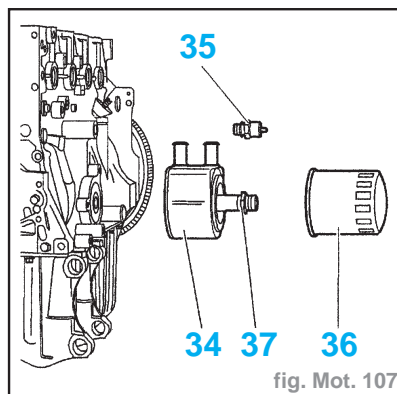

fig. Mot. 107
- le support moteur (25)
- les vis (29)
- la vis (26)
- le pignon d'arbre à cames (27)
- le moyeu d'arbre à cames (28)
- les vis (31)
- le pignon de pompe d'injection (32)
- le galet enrouleur (33)
- Déposer (fig. Mot. 107) :
- le filtre à huile (36)
- la vis (37)
- l'échangeur thermique (34)
- le manoccontact de pression d'huile (35)